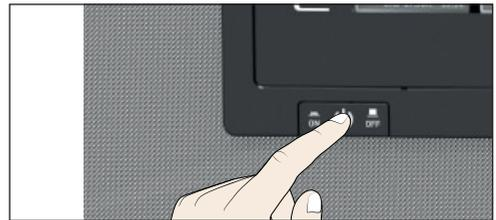

Abb. 24 Gerät ausschalten
5. Gerät am Hauptschalter ausschalten (Abb. 24).